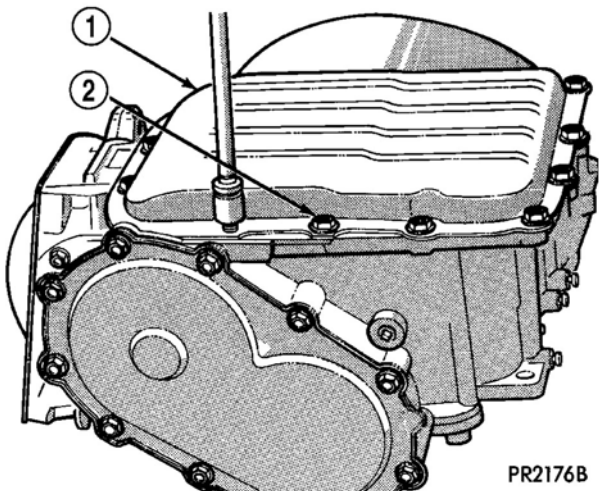

图 297 变速驱动桥油盘螺栓
- (1) 断开蓄电池负极电缆。
- (2) 从变速驱动桥处的节气门杆上断开节气门拉线。
- (3) 从变速驱动桥的换档杆断开换档拉线。
- (4) 断开变矩器离合器电磁阀插接器。
- (5) 用举升器升起车辆。
- (6) 拆下变速驱动桥油盘螺栓（图 297）。